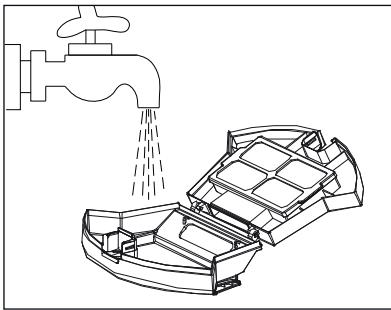

Fig. 12
- 6) Rengør støvbeholderen 14 og sigtefilteret med koldt eller lunkent vand (se fig. 12). Lad støvbeholderen 14 og sigtefilteret lufttørre helt, før du sætter støvbeholderen 14 ind i produktet igen.